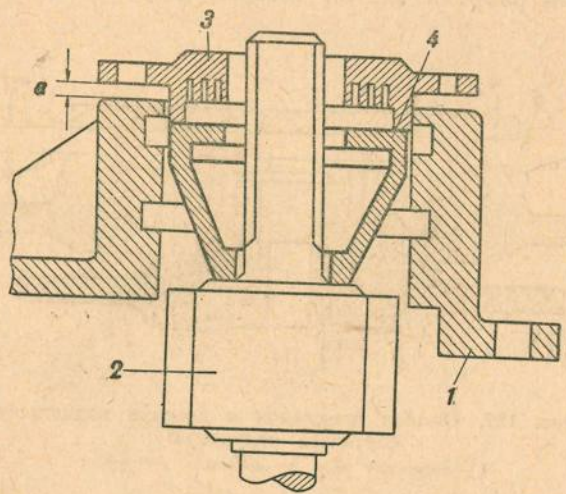

Рис. 128. Подбор прокладок под фланец крышки маслоотражателя ведущего вала
14. Установить в отверстие крышки на шлицевой конец ведущей шестерни 2 (рис. 128) оправку 4 и наложить крышку маслоотражателя 3.